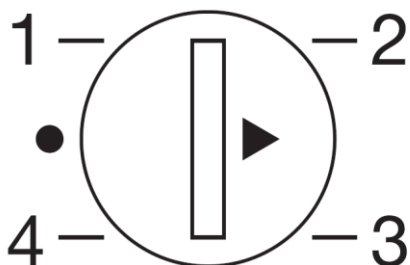

fig. 2
Le thermostat set à maintenir la bonne température (fig. 2) à l'intérieur de l'appareil. En tournant le bouton de thermostat avec une pièce de monnaie adéquate, nous obtenons des températures différentes.
- Régler lorsque l'appareil pour la première utilisation augmente, le thermostat en position 4 (Fig. 2). Vérifiez au bout de 30 minutes, si le congélateur est froid.
- Laissez l'appareil pour la première fois à 16 heures non remplie la température se produit produits déjà congelés l'insert de congélateur et régler le thermostat (fig. 2) par la suite entre la position 2 -4.